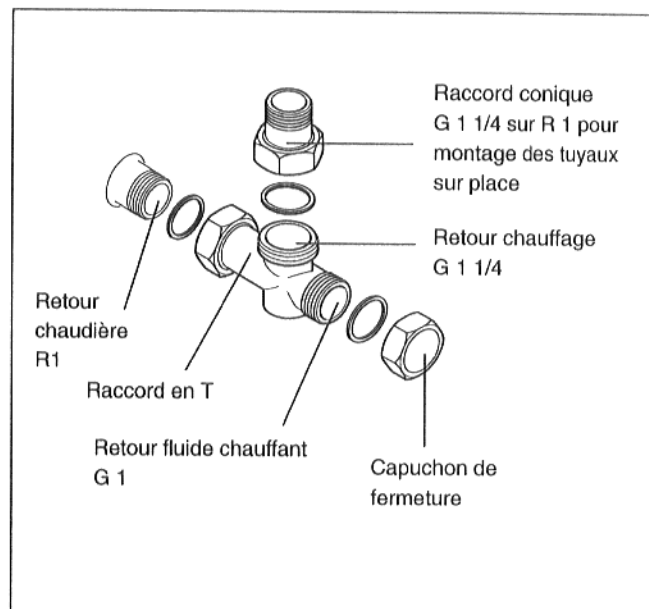

Fig. 7 Retour G124 X
* pour la G124 X, voir aussi Fig. 7
- Poser un joint dans l'écrou-raccord du raccord en T fourni et visser ce raccord sur le retour (Fig. 7). Si aucun préparateur d'ECS n'est raccordé, visser un capuchon de fermeture avec joint (Fig. 7).
Monter le raccord conique G 1 1/4 à 90° sur R 1 pour le retour chaudière, lorsque le système de montage rapide du circuit (accessoires) n'est pas utilisé (Fig. 7).